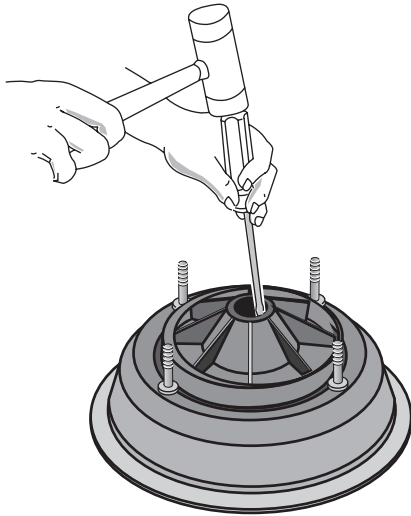

Figure 10
4. Placer la moitié arrière de la pompe sur une surface plate et sortir le siège en céramique en frappant. Voir la figure 10.